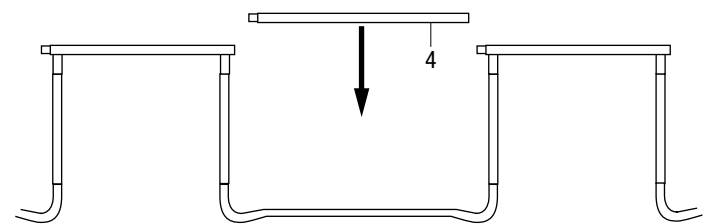

Abb. 3.2
- Fügen Sie nun die anderen Rahmenrohre (4) in die Zwischenräume zwischen den Standbeinen (6) ein, indem Sie sie aufeinander stecken. (Abb. 3.2)